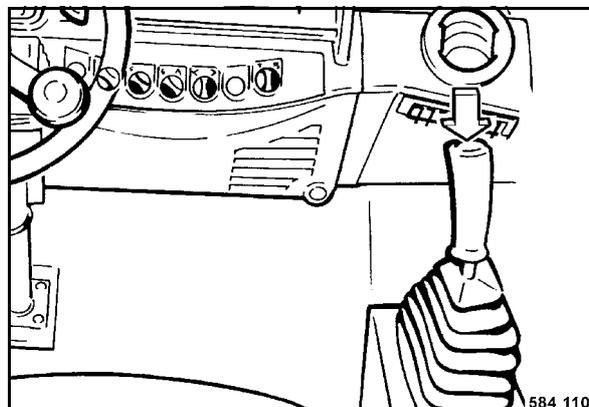

Рис. 98
- Включить вибрацию (Рис. 98).